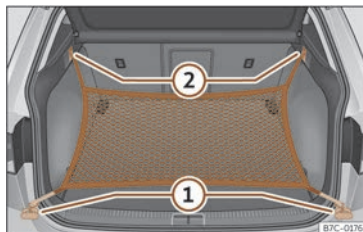

Fig. 166 No maleteiro: argolas (1) e ganchos (2) para enganchar a bolsa de rede.
- Fixe os ganchos curtos da rede nas argolas de amarre >>> **fig. 166** (1) >>> ⚠. A cremalleira da bolsa ten que quedar cara arriba.
- Fixe as cintas nos ganchos para colgar bolsas (2).